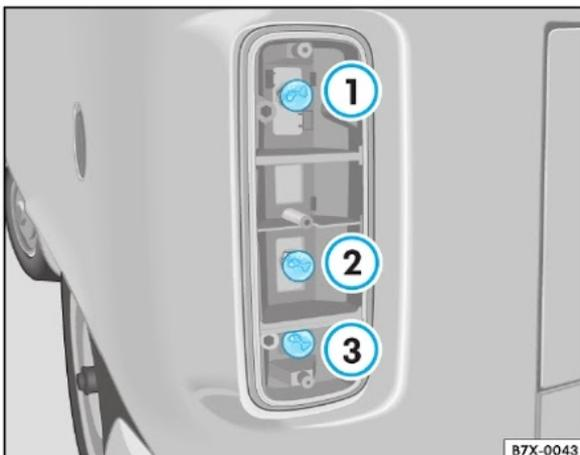

Fig. 88 Conjunto da lanterna traseira
- Pressione a lâmpada queimada ⇒ fig. 88 ①, ② ou ③, ao mesmo tempo, gire-a no sentido anti-horário para removê-la.
A localização e a identificação das lâmpadas ⇒ fig. 88 estão relacionadas a seguir: ▶